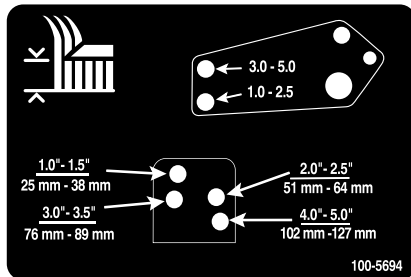

Figura 26
10. Alinee los orificios de los acoplamientos de los amortiguadores con los orificios seleccionados del soporte de altura de corte en el bastidor de la carcasa de corte y coloque los pasadores de horquilla y las chavetas (Figura 26).